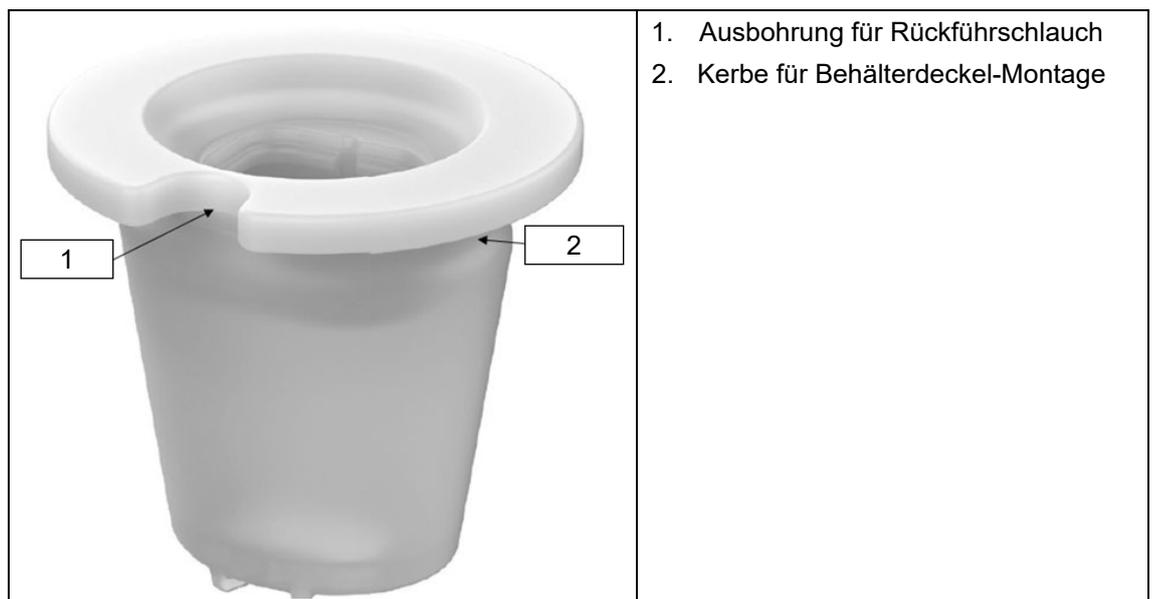

Abbildung 7
Danach kann die eloLance direkt in den Behälter gestellt und mit dem Klemm-Konus (Abbildung 7) fixiert werden. Bei größeren Behälteröffnungen kann der Behälterdeckel mit einer Bohrung im Durchmesser $\varnothing 30+1$ mm versehen werden. Die Kerbe im Klemm-Konus (Abbildung 7, Pos 2)
Der Klemm-Konus (Abbildung 7) ist multifunktional gestaltet und kann in Kombination mit einem herkömmlichen Behälterdeckel zur Montage der eloLance verwendet werden.
- ▶ Klemm-Konus festhalten und Behälterdeckel aufschieben, bis dieser in der umlaufenden Kerbe (Abbildung 7, Pos 2) des Klemm-Konus sicher sitzt.
- *Die Ausbohrung am Klemm-Konus (Abbildung 7, Pos 1) dient dabei als Schlauchdurchführung.*
Voraussetzung: Montierter Behälterdeckel auf Klemm-Konus (Abbildung 7).